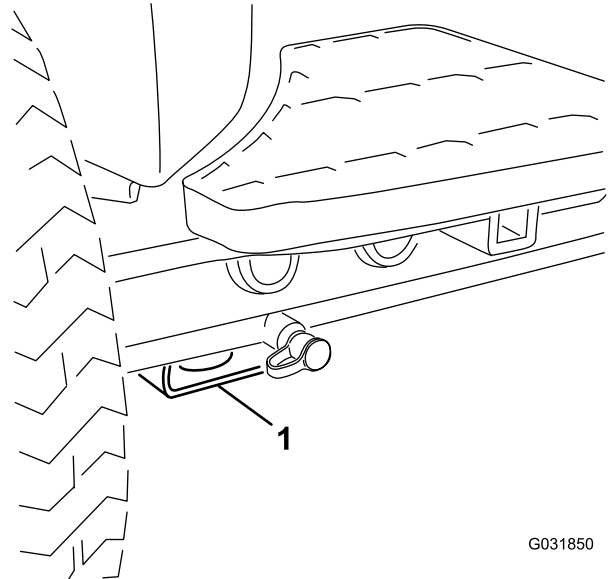

Figura 35
- Delantero – bloque rectangular, debajo del tubo del eje, al interior de cada rueda delantera (Figura 35).